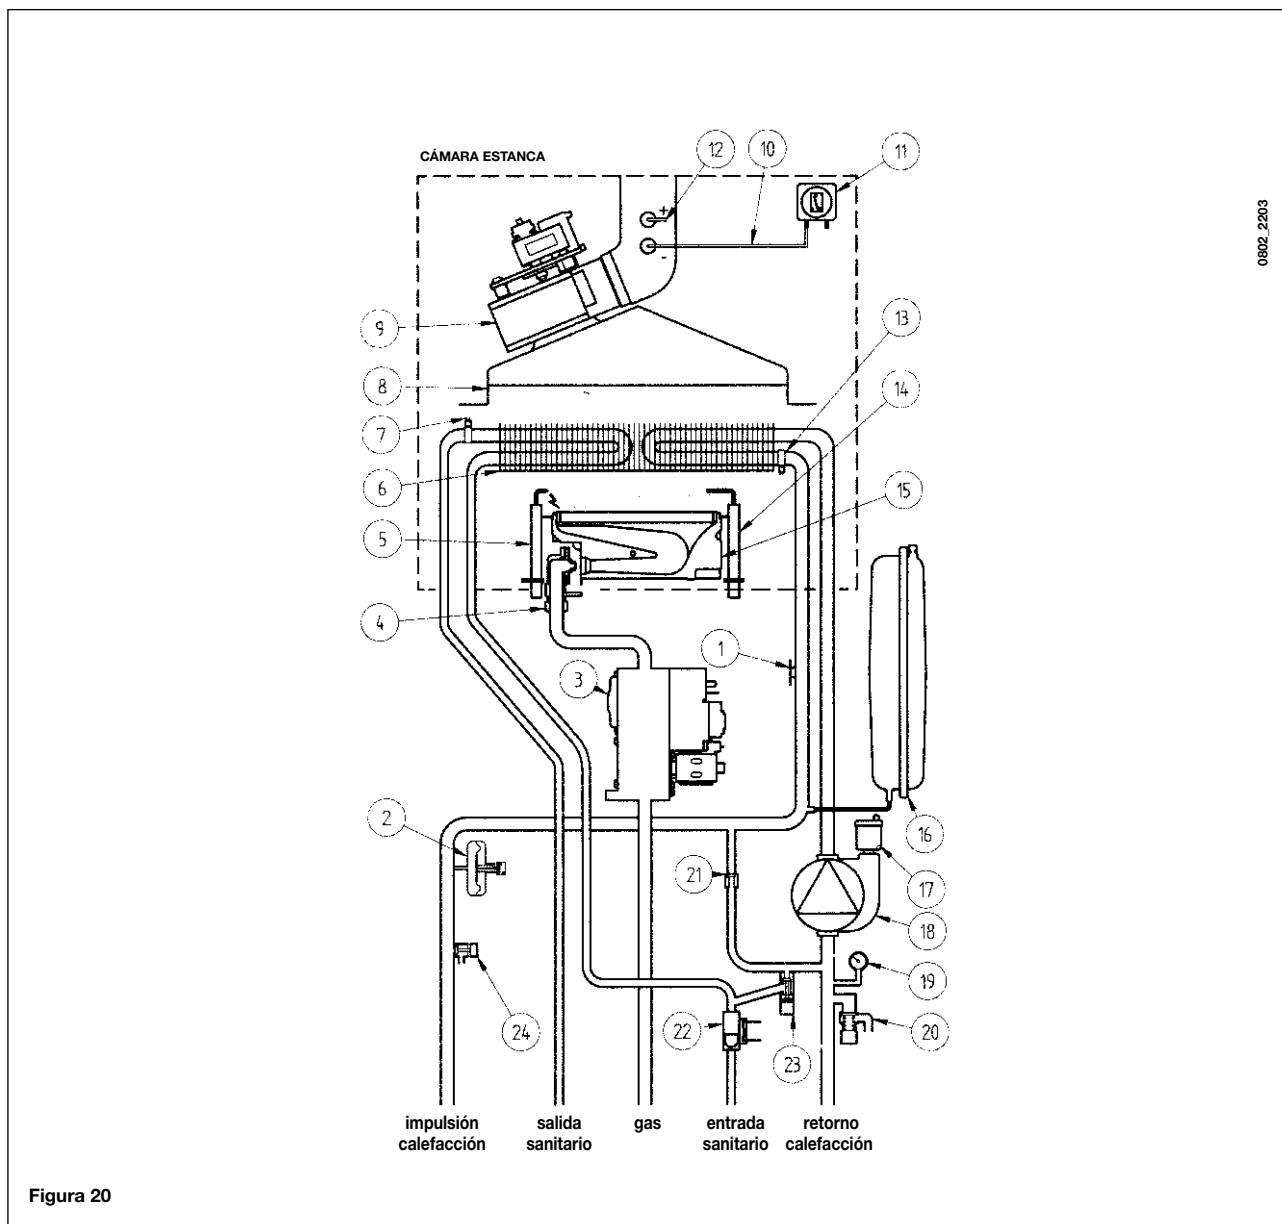

Figura 20
Este dispositivo (15 - figura 20) impide que se encienda el quemador principal si el circuito de evacuación de humos no funciona perfectamente.
- conexión Venturi-presóstato interrumpida (16-17 figura 20)
El electrodo de detección (18 - figura 20), colocado en la parte derecha del quemador, garantiza la seguridad en caso de falta de gas o interencendido incompleto del quemador.
Este dispositivo (28 - figura 20), calibrado en 3 bar, está al servicio del circuito de calefacción.